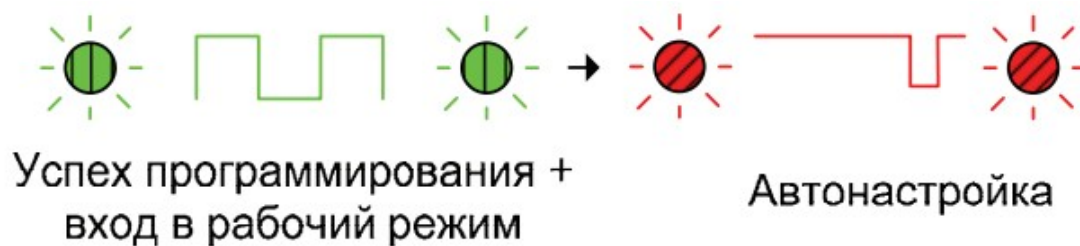

Рис. 3.6
14. Проконтролируйте наличие многократных вспышек зелёного цвета на светодиодном индикаторе (индикация успеха программирования) и после этого переход к свечению индикатора красным цветом с редкими выключениями (индикация режима автонастройки, рис. 3.6).